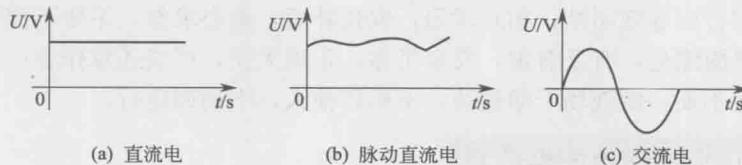

图1-1 直流和交流电示意图
(2) 电压可分为直流电、脉动直流电、交流电。
① 直流电是指电压的大小和方向都不随时间改变，电池上的电压就为直流电压。直流电通常用DC表示，如图1-1(a)所示为直流电示意图，图中横坐标表示时间t，纵坐标表示直流电压。
② 如果直流电压的大小脉动，但电压的方向不变，这种直流电是脉动直流电。如图 1-1(b) 所示的电路中，电压始终在图形的上端，这种直流电称为脉动直流电。
③ 交流电的大小和方向都在随时间改变，如图 1-1(c) 所示为交流电示意图。人们用的市电就是交流电，交流电常用 AC 表示。